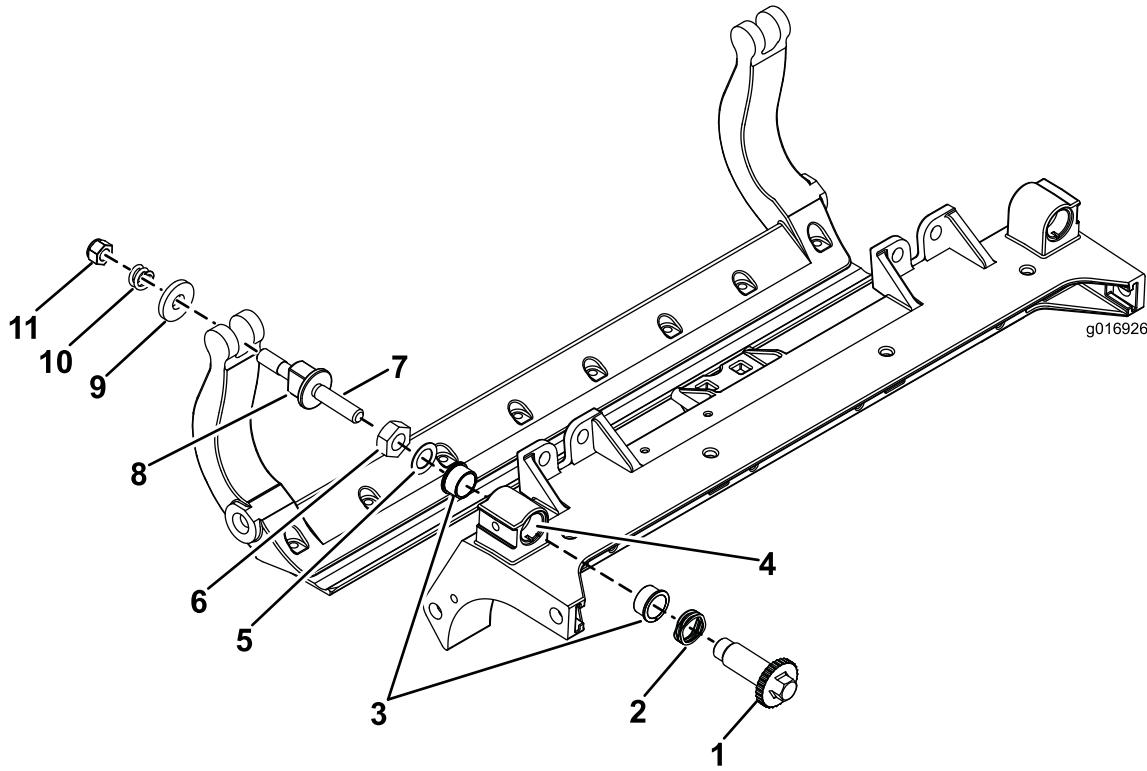

图33
1. 拆除所有零件请参阅 HD DPA 套件型号 120-7230 安装说明和图33。
2. 将防粘剂涂抹到滚刀组中心机架图33的轴套区内侧。
3. 将凸缘轴套上的键与机架的槽对准然后安装轴套图33。
4. 将一个波形垫圈安装到调节器轴上然后调节器轴滑入滚刀组机架中的凸缘轴套内图33。
5. 用扁平垫圈和锁紧螺母固定调节器轴图33。上紧锁紧螺母扭矩至 2027N·m。
11. 在两个尼龙垫圈的外侧各放一个钢垫圈图33。
13. 旋紧每个底刀架调节器总成上的螺母直到加压弹簧完全压缩然后往回松开 1/2 圈图33。
注意 内侧的垫圈可能有空隙图33。